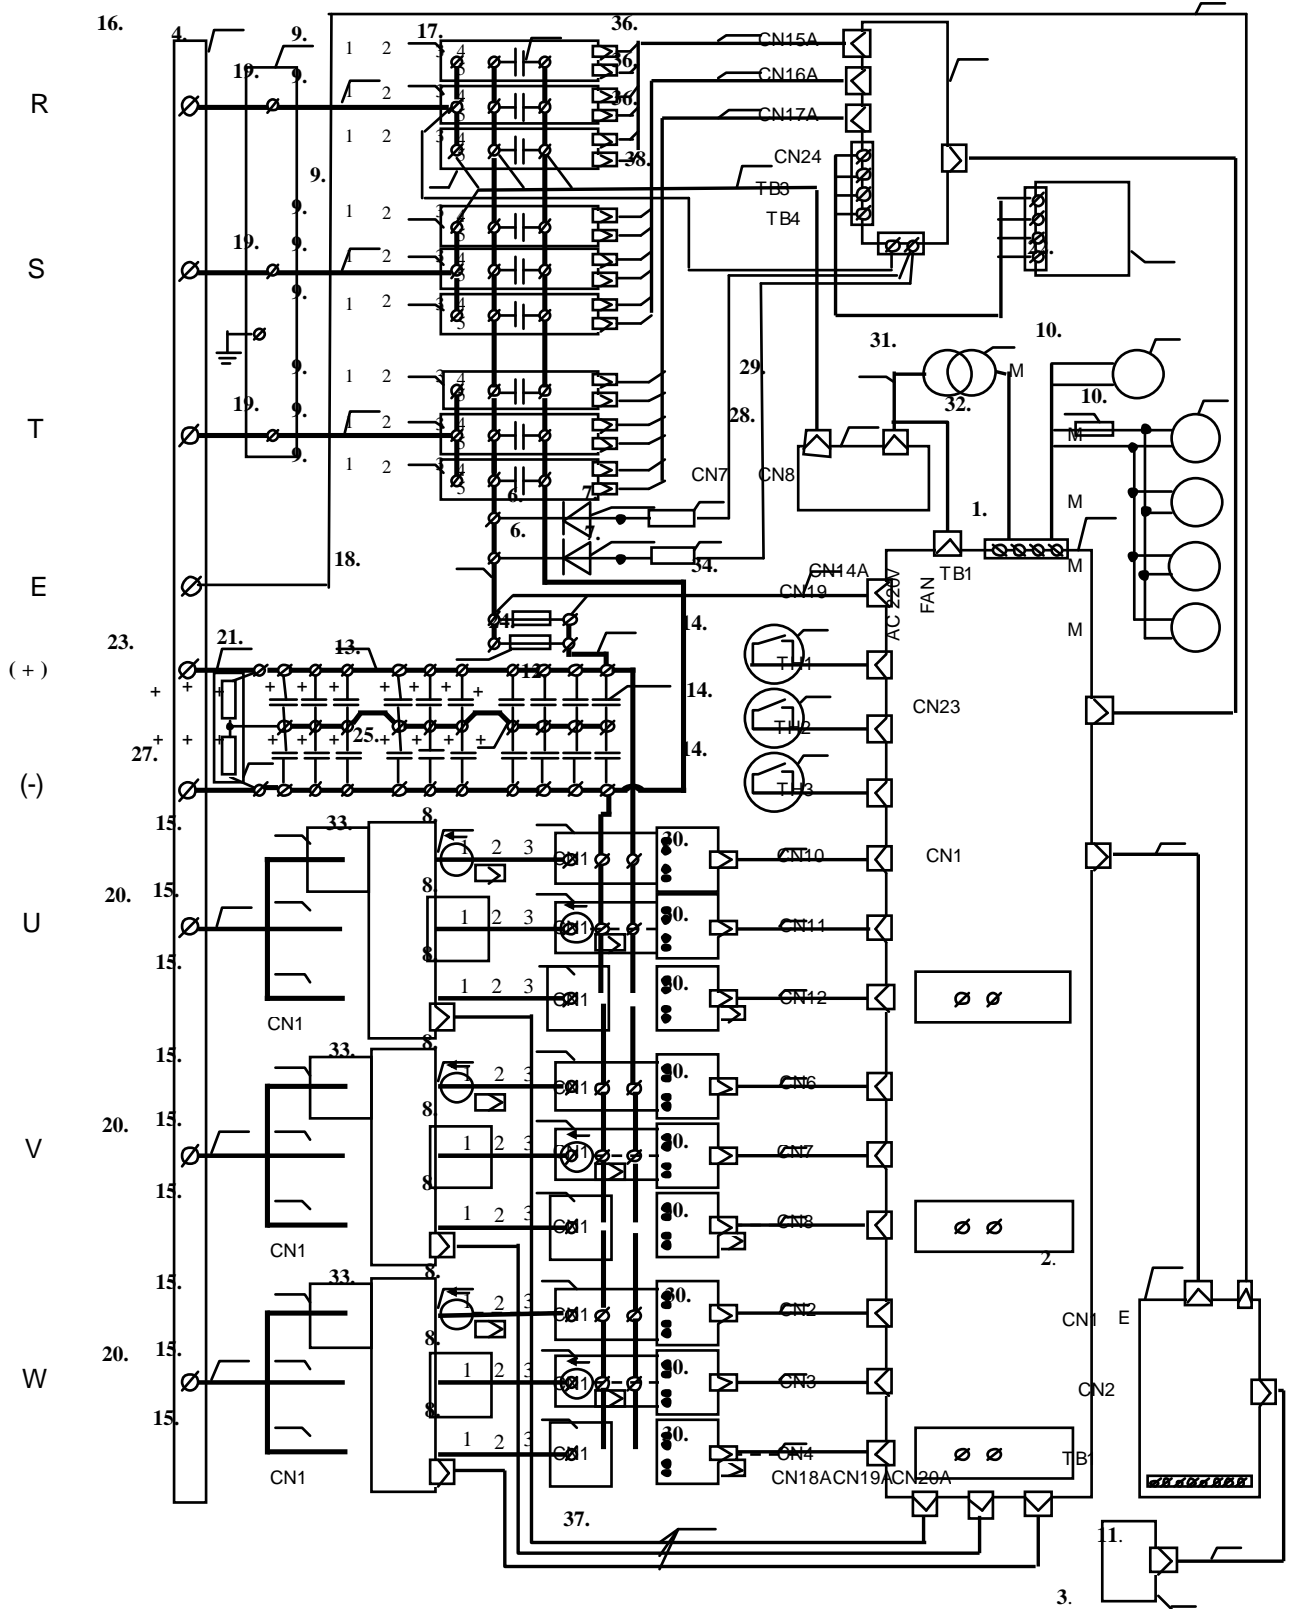

Рис. 4.2. Блок-схема преобразователя частоты EI-7011-250Н, -300Н.
Пояснения к рис. 4.2:
4.4.1. Фотографии сменных узлов, входящих в состав преобразователей частоты EI-7011-250Н, -300Н, приведены в табл. 4.1. (порядковые номера соответствуют рис. 4.2).